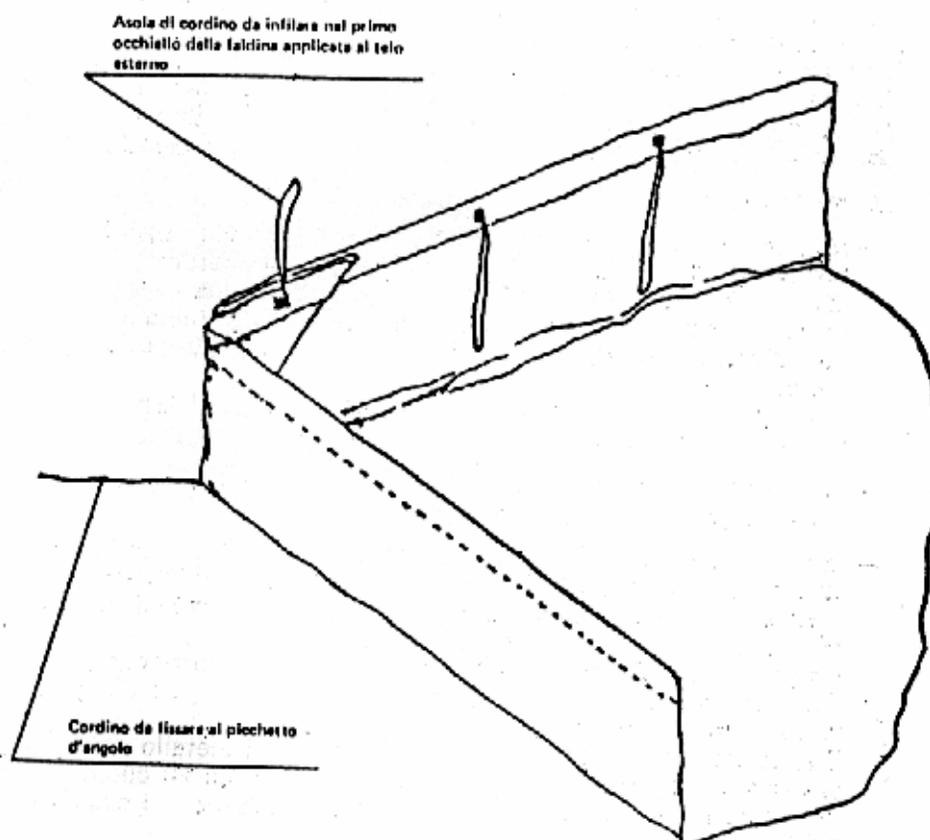

Figura 6. Telo a terra pavimento tenda
- Per ottenere la sagomatura degli angoli del telo, occorre infilare nei due occhielli applicati in corrispondenza di ciascun angolo, la prima asola di uno dei 2 lati infilandola poi nel primo occhiello della faldina applicata al telo esterno (Figura 6).